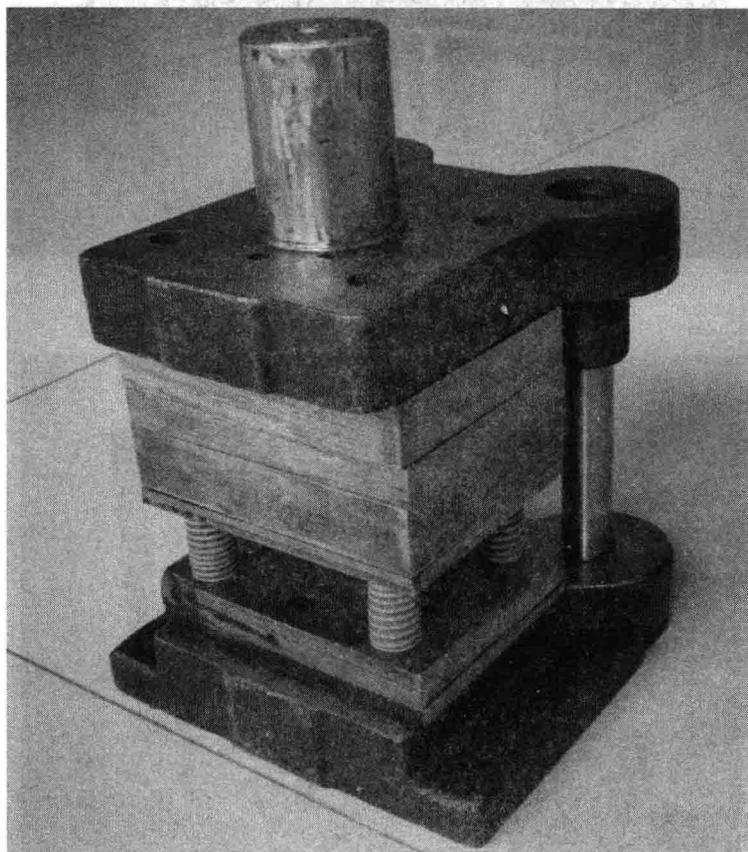
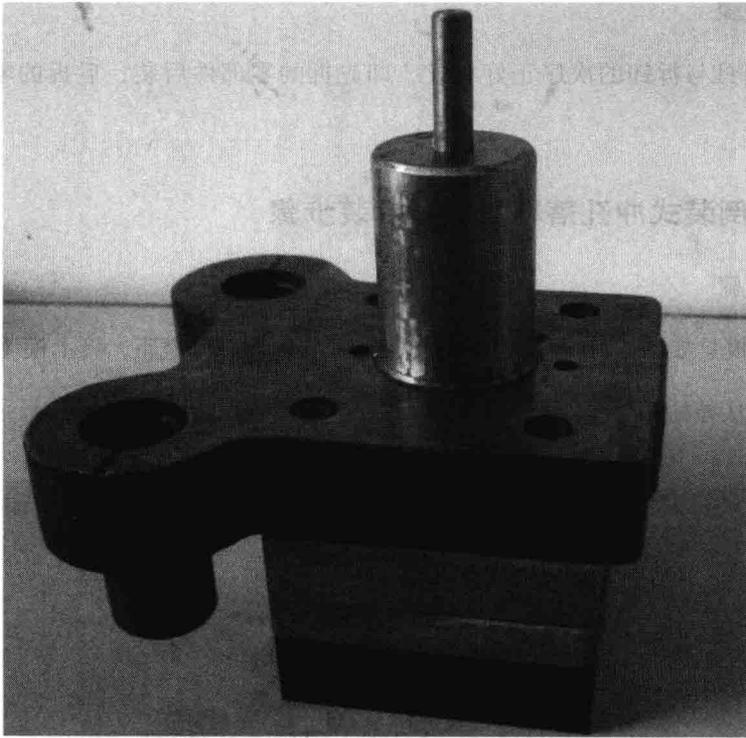
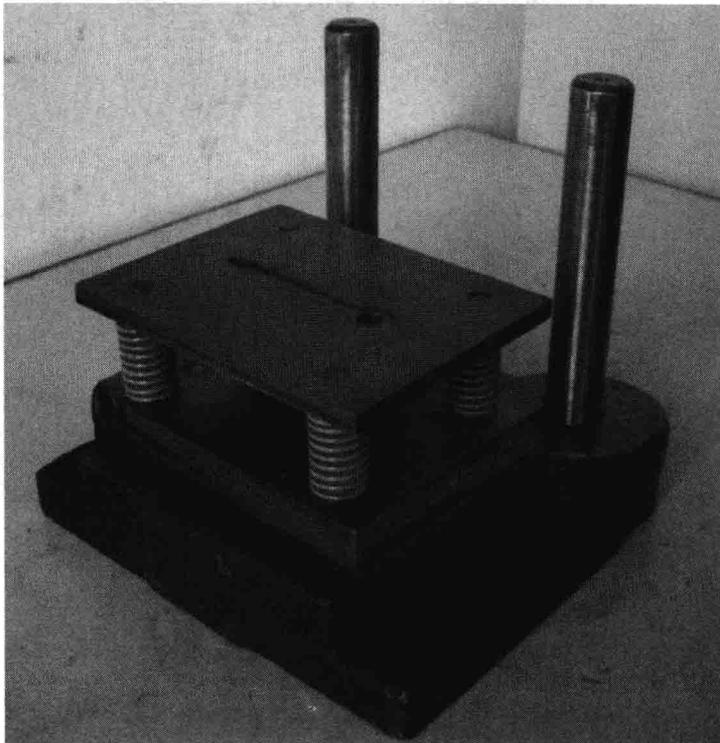

图 1-10 倒装式冲孔落料复合模
图 1-11 上模
图 1-12 下模
(1) 拆装前模具如图 1-10 所示，用紫铜棒轻轻敲击上、下模座，将上模（见图 1-11）、下模（见图 1-12）从导柱和导套处分开，拆卸时勿使上下模座平面发生偏斜。